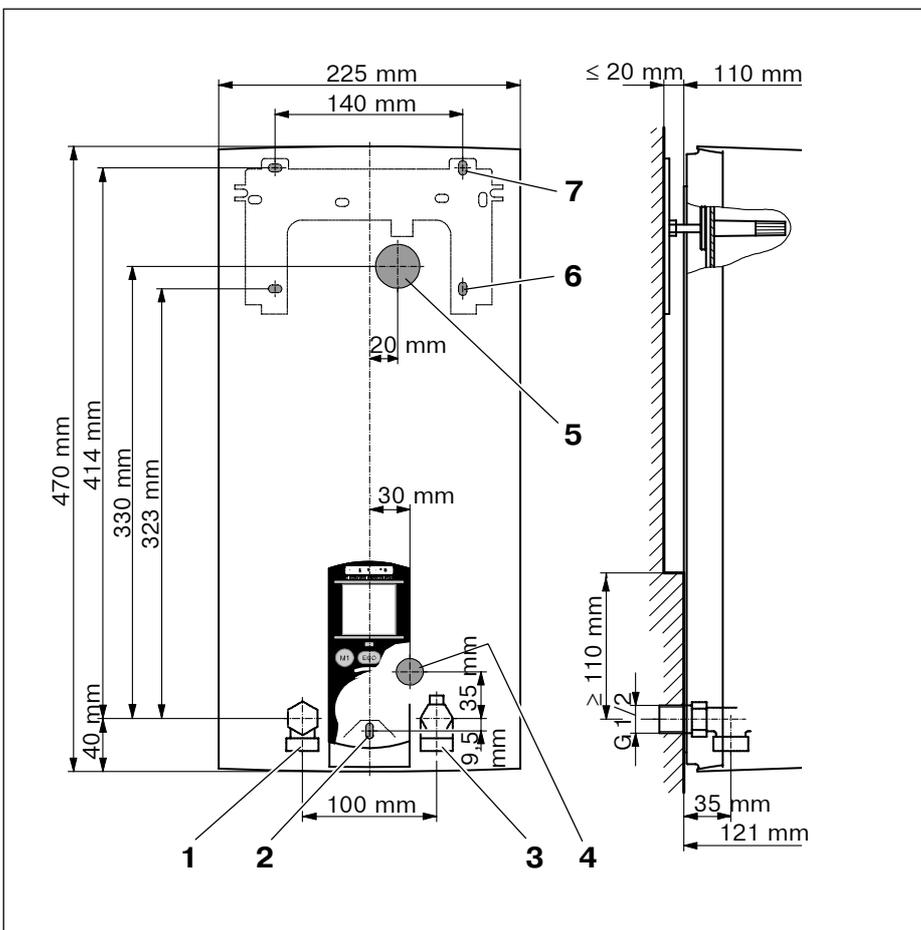
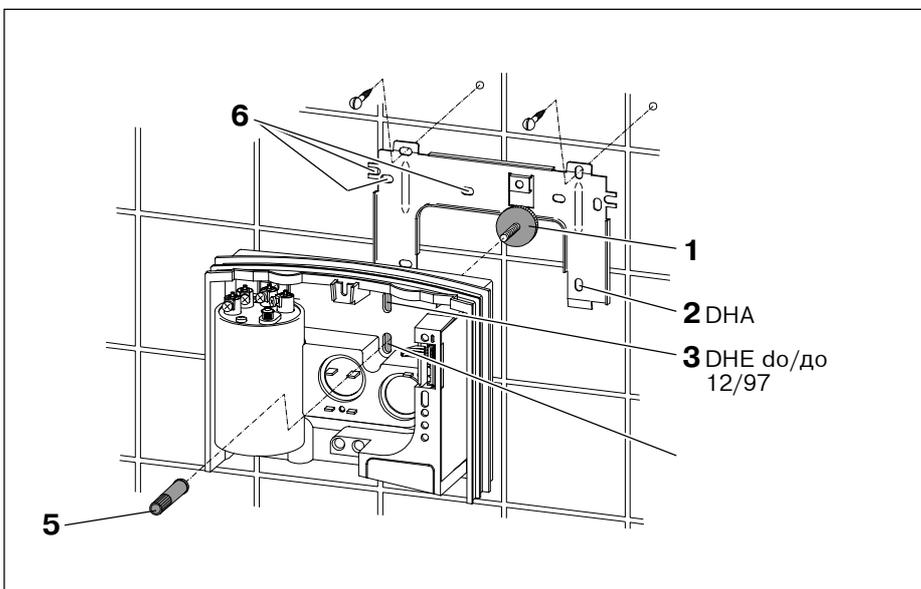

Рис. 10
Рис. 13
- Прибор монтируется вплотную к стене (обратить внимание на размеры, приведенные на рис. 10 и 110 мм). Укрепить прибор снизу (рис. 10, позиция 2).
Пояснения к рис. 10
- Заднюю стенку прибора укрепить на монтажной планке в соответствии с рис. 13.
- Укрепить новую монтажную планку в соответствии с рис. 13.
- Укрепить прибор на монтажной планке с помощью винтовой гильзы (поз. **5**) в соответствии с рис. 13. С помощью гайки с накаткой (поз. **1**) можно сгладить неровности стены, например, неровности плитки до 20 мм (см. рис. 10).
Пояснения к рис. 13